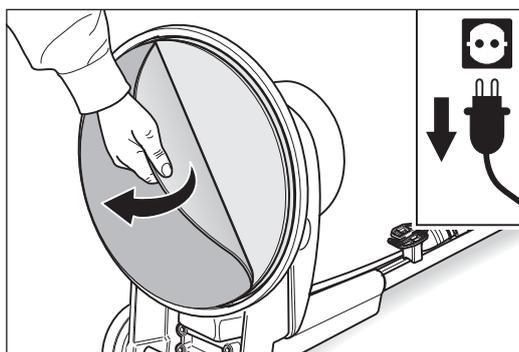

Abb. 17 Abziehen der verschlissenen Klettschleifscheibe.
- 5 Ziehen Sie die verschlissene Klettschleifscheibe vom Klett-haftring des Schleiftellers ab (Abb. 17).